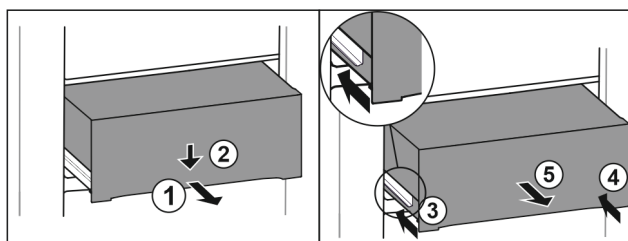

Fig. 135
- Estrarre il cassetto a metà. Fig. 135 (1)
- Premere il cassetto sul lato anteriore verso il basso. Fig. 135 (2)
- Spingere la guida sinistra di circa 2 cm verso l'interno. Fig. 135 (3)
- Spingere la guida destra di circa 2 cm verso l'interno. Fig. 135 (4)
- Rimuovere il cassetto tirandolo in avanti. Fig. 135 (5)